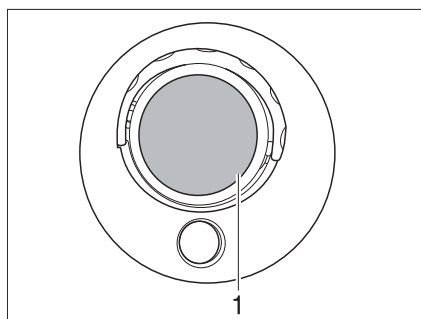

Fig. 262 Lampe halogène rapportée de la cabine de conduite (modèle I)
- Soulever prudemment le couvercle en verre (Fig. 262,1) avec un outil approprié (p. ex. tournevis) et le retirer.